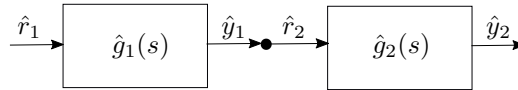

Abb. 2: Reihenschaltung der beiden Teilsysteme mit Übertragungsfunktionen  $\hat{g}_1(s)$  bzw.  $\hat{g}_2(s)$ .
**Aufgabe 2.** Betrachtet wird die in Abbildung 2 dargestellte Reihenschaltung zweier Systeme mit den Übertragungsfunktionen  $\hat{g}_1(s)$  und  $\hat{g}_2(s)$ .
gegeben ist. Gemäß Abbildung 2 gelten für den unregelmäßigen Betrieb  $u_1 = r_1$  und  $u_2 = r_2 = y_1$ .